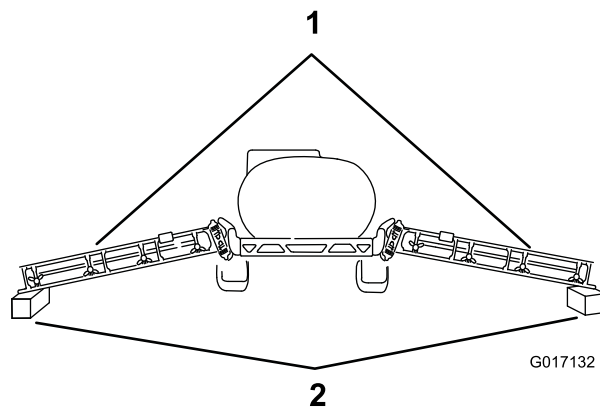

图 8
3. 如图 8 所示小心地将外部喷洒臂段放低到高度大约为 10cm 的木块上。